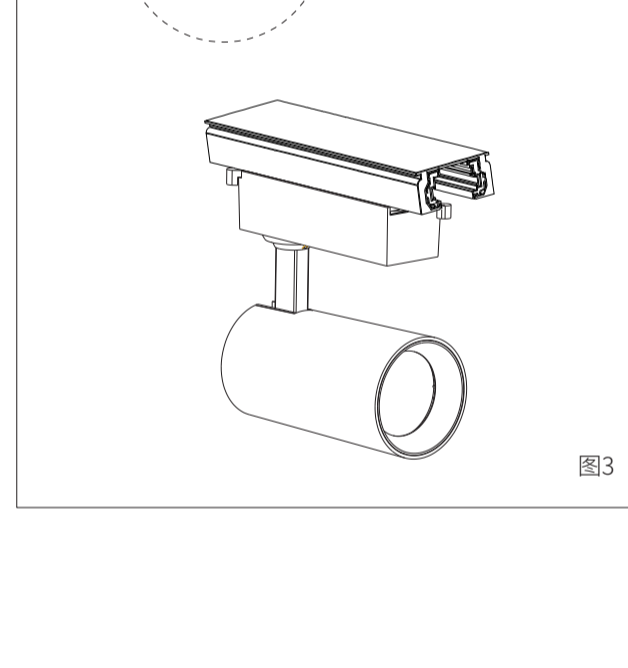

图3
- 4、装入轨道后将接收器转轴如图所示旋转90° (如图3)